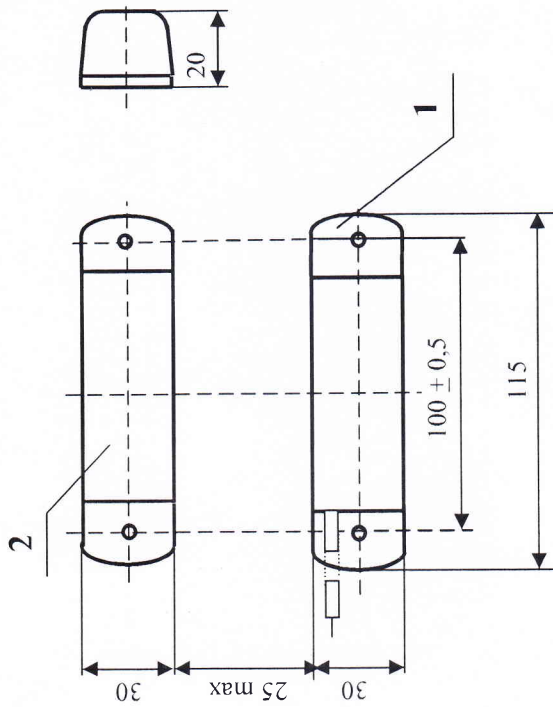

Рисунок 1
1.19 Габаритные, установочные и присоединительные размеры приведены на рис. 1.